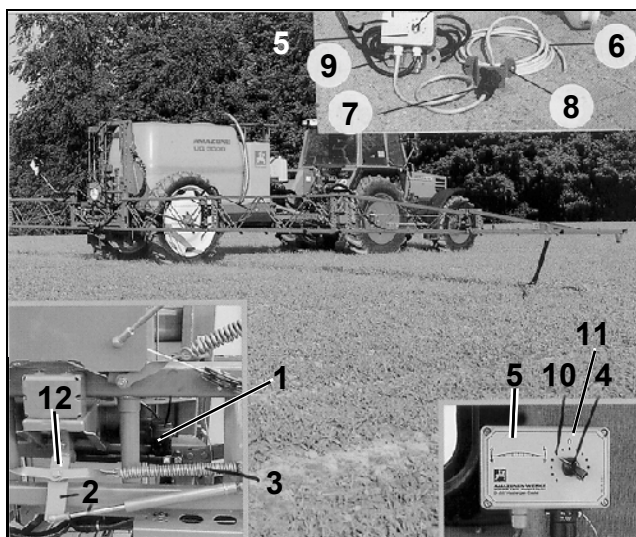
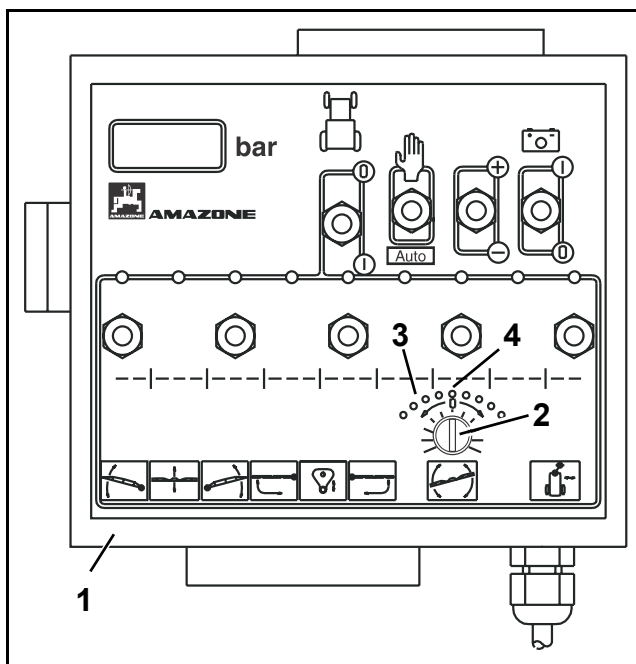

Fig. 8.20
Fig. 8.21
== L'assiette de la rampe ne peut être corrigée qu'après avoir desserré l'écrou (Fig. 8.20/12) du bras articulé et déverrouillé la suspension auto stable de la rampe.
- Pour corriger l'assiette de la rampe en position dépliée, faites tourner le bouton (Fig. 8.20/4 ou Fig. 8.21/2). Les graduations de l'échelle correspondent chacune à un angle d'inclinaison de la rampe bien déterminé.